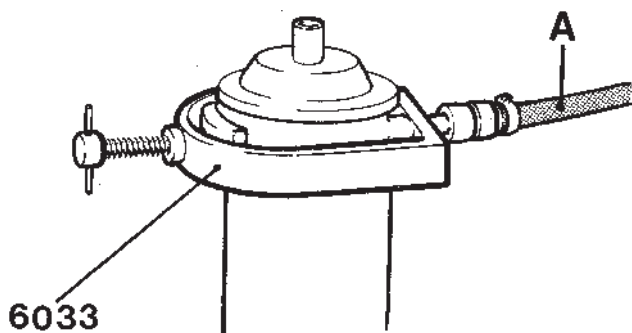

Fig. 136 Essai sous pression du radiateur d'huile, TD60A, B
2. Monter l'étrier 6033, figure 136. Vérifier l'étanchéité contre les joints toriques.